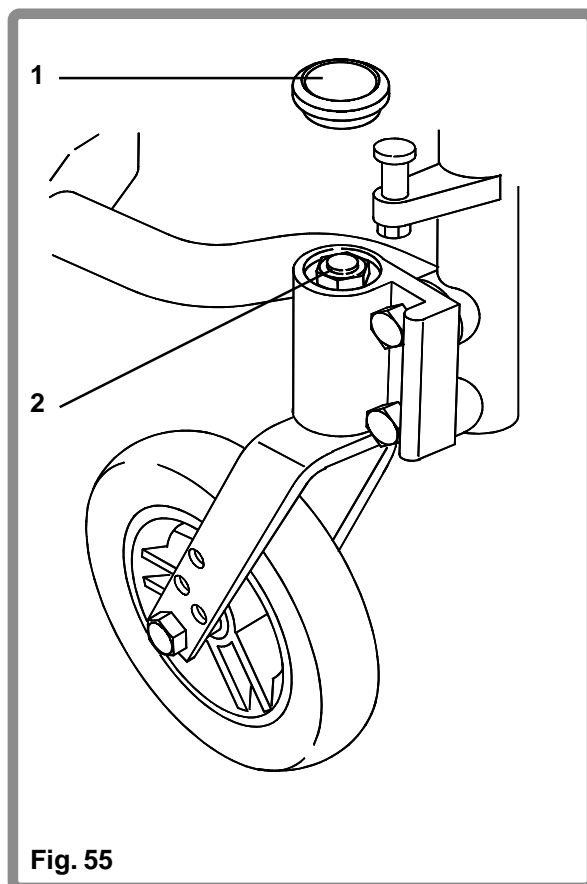

Fig. 55
Om de speling uit de balhoofdas te verwijderen (Fig. 55), verwijdert u de stofkap (1) door deze op te lichten. Draai de moer (2) met een 19mm dopsleutel aan tot alle speling verwijderd is, maar zo dat de balhoofdas nog steeds zonder weerstand rond kan draaien. Monteer de stofkap door deze weer op zijn plaats te drukken.